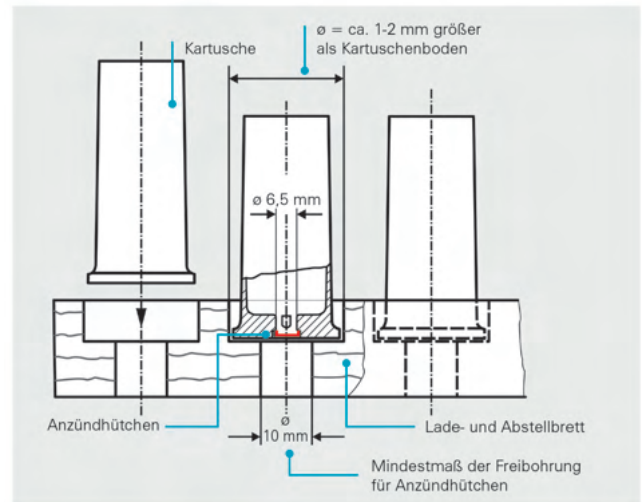

Abb. 30: Lade- und Abstellbrett für Kartuschen
- Die vorgeschriebenen Pulverladungen sind abzuwiegen oder mit einem Messbecher entsprechend den Angaben in der Beschussbescheinigung in die Kartuschen abzufüllen. Aus Sicherheitsgründen hat dies möglichst bereits zu Hause, in einem geschlossenen Raum, zu erfolgen. Während dieser Tätigkeit sind der Aufenthalt unbefugter Personen, offenes Licht und Feuer sowie das Rauchen im Raum verboten. Zum Laden der Kartuschen sind Ladebretter mit Aussparungen für die Anzündhütchen zu benutzen (s. Abb. 30).